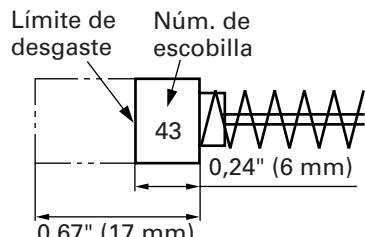

Fig. 24
4. Inspeccionar los escobillas de carbón (Fig. 24)
NOTA: Utilice las escobillas HITACHI Núm. 43 indicadas en la Fig. 24.